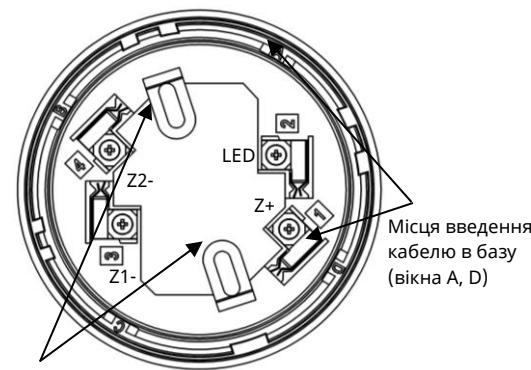

Рисунок 3.1 – Розташування клем на базі сповіщувача
4.5 Для випадків, коли кабель всередину бази заводять збоку, в самій базі та в кришці сповіщувача передбачені вікна, за потреби в яких вирізають отвори. Ці вікна промарковані літерами «А», «В», «С», «D» (Рис. 3.1, Рис. 4.1).
- 2) встановити базу на рівній поверхні, прикріпити шурупами або гвинтами згідно з Рис. 3.1, після затягування яких база не повинна бути деформована;
- 3) закріпити дроти ШС в гвинтових клемах бази відповідно до Рис. 3.1 і таблиці 3.1. В базі сповіщувача чотири клеми;